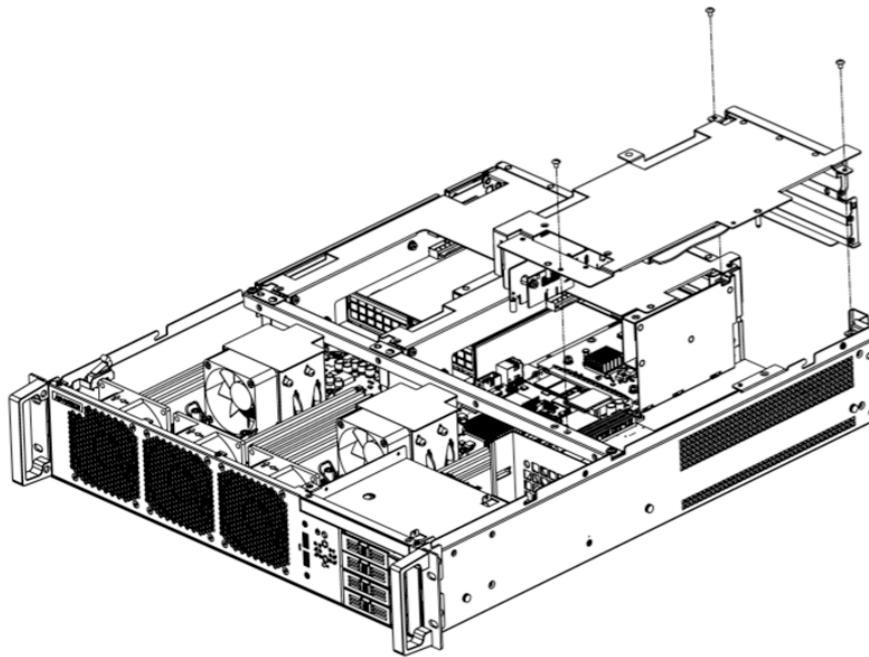

Figure 2.15 Removing Riser Cage-1 brackets/移除RISER CAG-1E铁件/移除RISER CAGE-1 鐵件
2. Lift riser cage-1 bracket up (see Figure 2.15).
2. 将 Riser Cage-1 铁件向上抬起（如图 2.15 所示）。